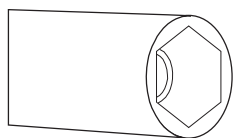

Рис. 4
2. Для замены инжектора пользуйтесь отверткой с наконечником, как на рис. 4.